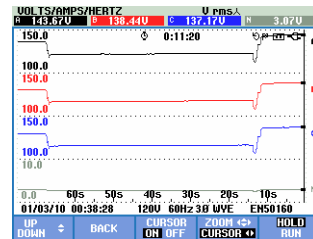

Figure 23-5. Tendance, curseur activé
- Appuyez sur F2 et F3 pour activer le curseur (uniquement en mode Maintien). A l'aide des flèches gauche et droite, déplacez le curseur horizontalement le long des tendances. La valeur des tendances au curseur s'affiche alors dans l'en-tête de l'écran comme illustré à la figure 23.5. Le déplacement du curseur vers l'extrême gauche ou l'extrême droite de l'écran permet de déplacer la tendance vers la gauche ou la droite.